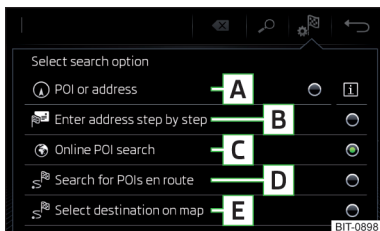

Fig. 163
Suprafețe de comandă funcții » fig. 163
- ▶ Apoi atingeți suprafața de comandă funcției a uneia dintre opțiunile de meniu pentru căutarea destinației **A**, **C** sau **D** » fig. 163 la pagina 148.
- ▶ Apoi atingeți suprafața de comandă funcții **[E]** → **[B]** » fig. 163 la pagina 148.
- ▶ Apoi atingeți suprafața de comandă funcții **[E]** → **[E]** » fig. 163 la pagina 148.